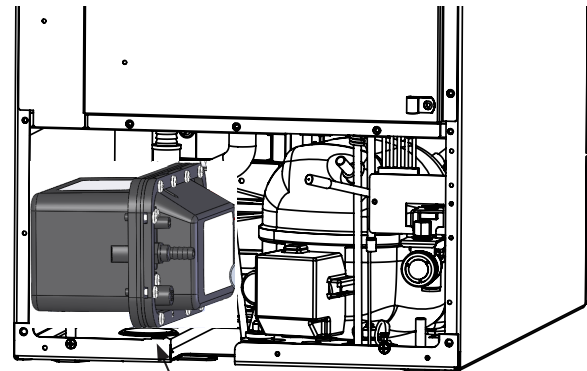
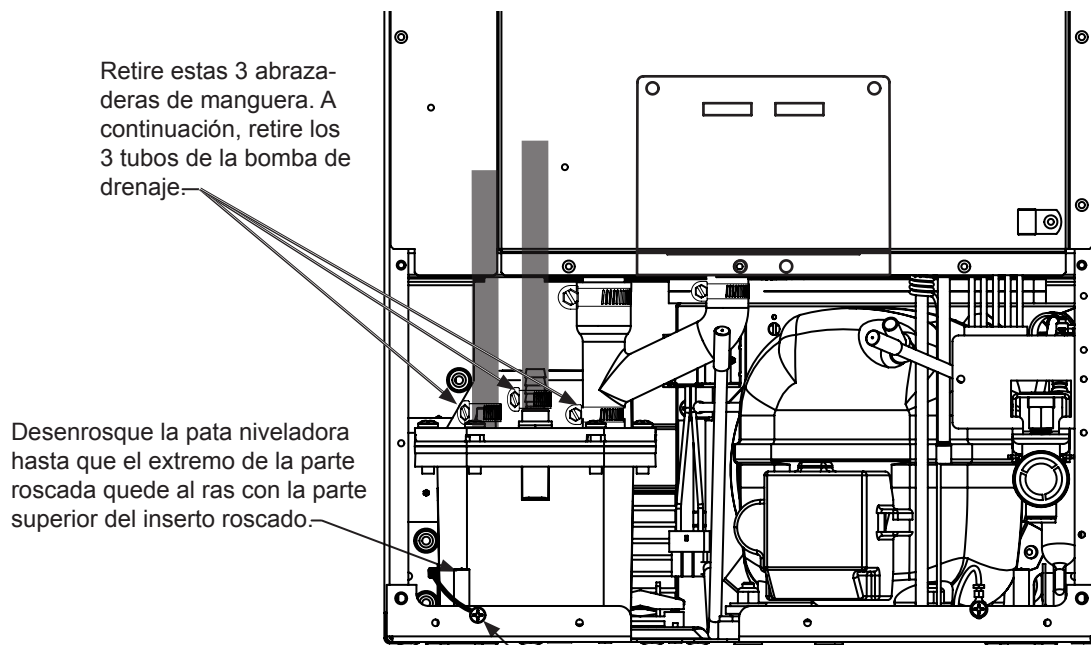

Figura 38
Figura 39
2. Desenrosque la pata niveladora de la esquina posterior hasta que el extremo de la parte roscada quede al ras con el inserto roscado de la base (vea la Figura 39).
3. Desmonte las 3 abrazaderas de manguera y retire las 3 mangueras de la parte delantera de la bomba de drenaje (vea la Figura 39).
4. Gire la bomba de drenaje y retírela de la máquina de hielo (vea la Figura 38). Probablemente sea necesario desconectar el cable de tierra de la pestaña posterior del gabinete (vea la Figura 39).